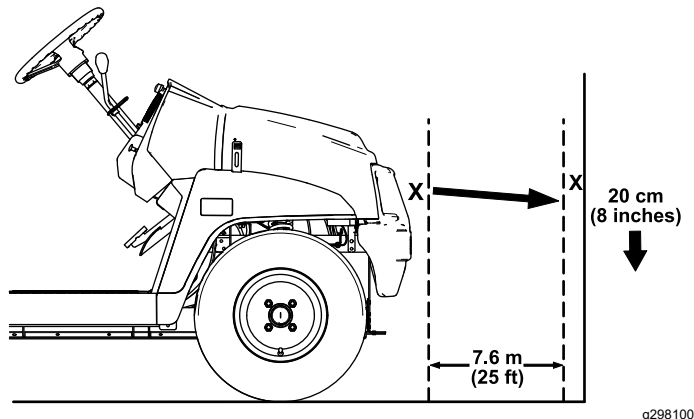

Figure 44
1. Garez la machine sur une surface plane et horizontale, avec les phares à environ 7,6 m de distance d'un mur (Figure 44).
La partie la plus brillante du faisceau doit se trouver 20 cm en dessous du repère que vous avez tracé sur le mur (Figure 44).